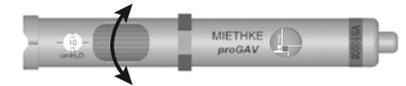

Abb. 16: Einstellung des Verstellinstruments
3. Das proGAV VERSTELLINSTRUMENT wird auf den gewünschten Öffnungsdruck eingestellt. Dies erfolgt durch Verdrehen des Verstellrades, bis der gewünschte Öffnungsdruck in der Anzeige erscheint (Abb. 16).